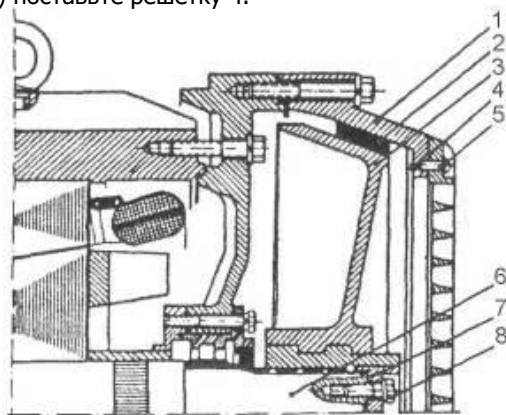

Рисунок 18. Частичный разрез электродвигателя подъемного механизма.
- Тормозной диск должен быть отрегулирован таким образом, чтобы аксиальный ход конусного ротора был в границах 0,5 – 1мм (рисунок 18).
Регулирование тормозного диска, т.е. аксиального хода конусного ротора, можно произвести следующим образом (рисунок 18):